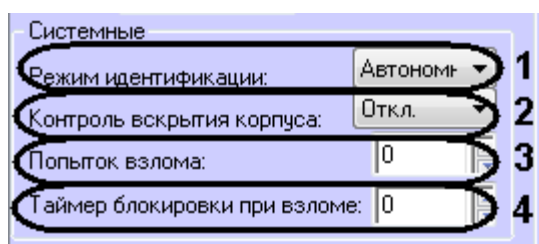

Рис. 3.4—1 Настройка параметров прохода контроллера BioSmart PROX v.2 и BioSmart PROX-E
1. Выбрать режим работы контроллера из раскрывающегося списка **Режим идентификации** (Рис. 3.4—1, 1). При автономном режиме решение о проходе принимается контроллером, при серверном – Сервером ПК *ACFA Intellect*.
2. Для включения контроля вскрытия корпуса установить значение **Вкл.** соответствующего параметра (см. Рис. 3.4—1, 2). В этом случае при вскрытии корпуса контроллера будет поступать соответствующее событие и издаваться охранные сигналы.
3. В поле **Попыток взлома** ввести количество неудачных попыток доступа по любому идентификатору, при превышении которого выполняется блокировка контроллера на время **Таймаута блокировки при взломе** (см. п.4, Рис. 3.4—1, 3).
4. Ввести время блокировки контроллера в секундах при превышении неудачных попыток доступа в поле **Таймаут блокировки при взломе** (см. Рис. 3.4—1, 4).